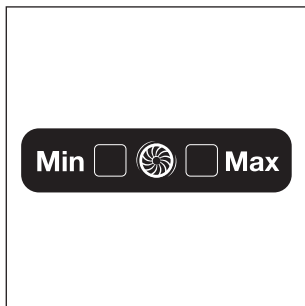

Рис. 10
- При работе на стандартной мощности индикатор работы горит зеленым светом, при работе на высокой мощности индикатор горит красным светом (Рис. 10).